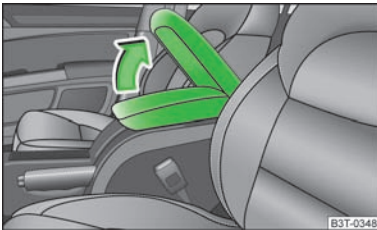

Fig. 96
- » Deschideți capacul cotierei în sensul săgeții » fig. 96.